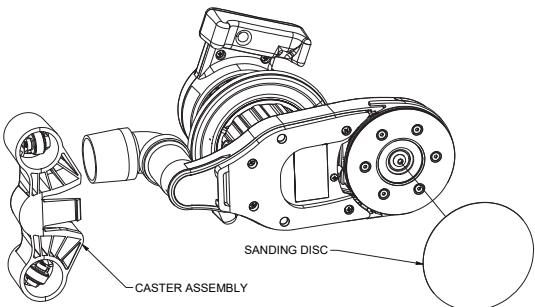

Figure 5
2. La machine accepte uniquement les disques abrasifs à crochets et à boucles. Lors de l'installation du disque abrasif, veiller à centrer le disque sur l'outil de pose déposé (Figure 5).